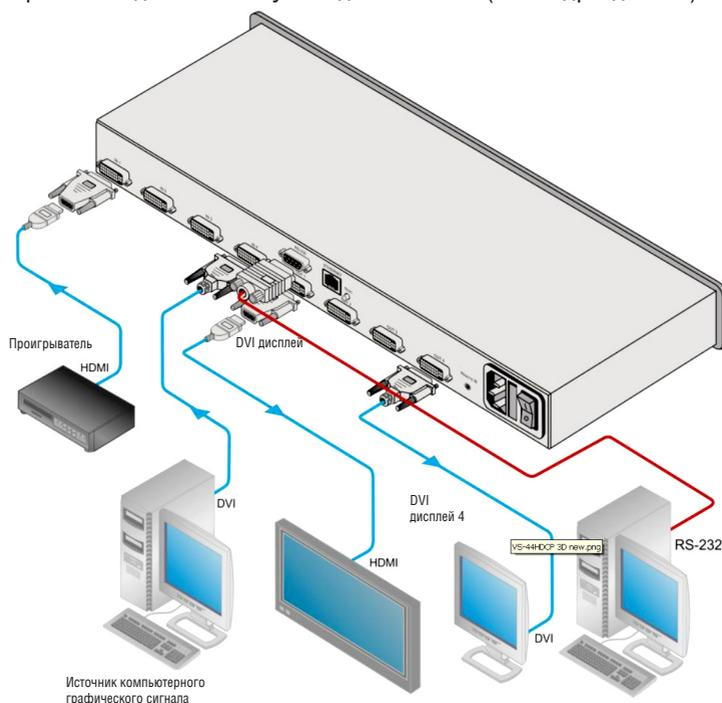

Рис. 2. Подсоединение матричного коммутатора DVI 4x4 VS-44HDCP
Чтобы подсоединить **VS-44HDCP** в соответствии с примером, показанным на рис. 2, действуйте в следующем порядке, предварительно отключив всю аппаратуру:
4. Подсоедините сетевой шнур к розетке электросети (на рис. 2 не показан).